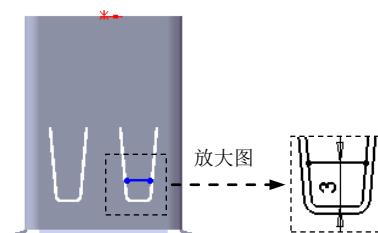

图 10.38 横断面草图
(3) 定义横断面草图。在草图平面中绘制图 10.38 所示的横断面草图。
(4) 定义绘制的折弯参数。定义绘制的折弯位置。在 **折弯位置:** 选项中选取“折弯中心线”按钮 , 并在 **文本框** 中输入值 90; 取消 **使用默认半径(U)** 复选框, 在 **文本框** 中输入值 0.5。
(5) 单击 按钮, 完成绘制的折弯 1 的创建。